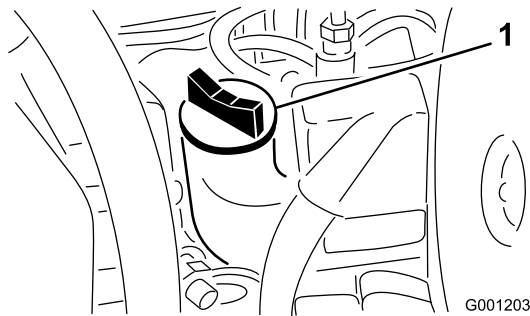

Figura 23
3. Si el nivel de aceite está por debajo de la marca Lleno, retire el tapón de llenado (Figura 23) y añada aceite hasta que el nivel llegue a la marca Lleno de la varilla. **No llene demasiado.**